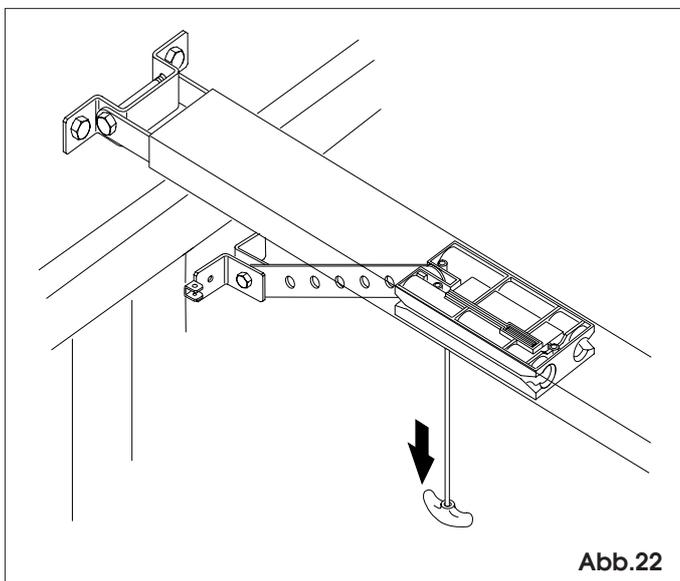

Abb.22
7.18 Den Operator durch Nach-unten-ziehen des Entriegelungshebels entriegeln (Abb.22).